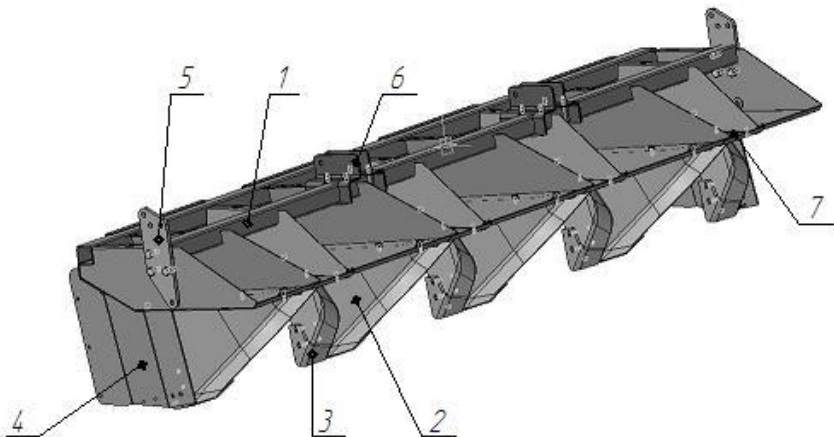

Рис. 6 Гребнеобразователь в сборе.
4.5. Гребнеобразователь (рис.6) предназначен для формирования трапецидального профиля гребня. Гребнеобразователь состоит из сварной рамы 1. Для формирования гребня внизу установлены спаренные формообразователи 2 на которых установлена двухгранная накладка 3, выполненная из твердого сплава. По краям гребнеобразователя установлены щитки 4. Для крепления гребнеобразователя к раме культиватора установлены два кронштейна 5 и четыре уха 6.
- ширина гребня регулируется путем перемещения формователей гребня 2 (рис. 6) по сектору;
- для формирования гребней на послеваходовом поле необходимо снять вставки 7 (рис.6) с гребнеобразователя.